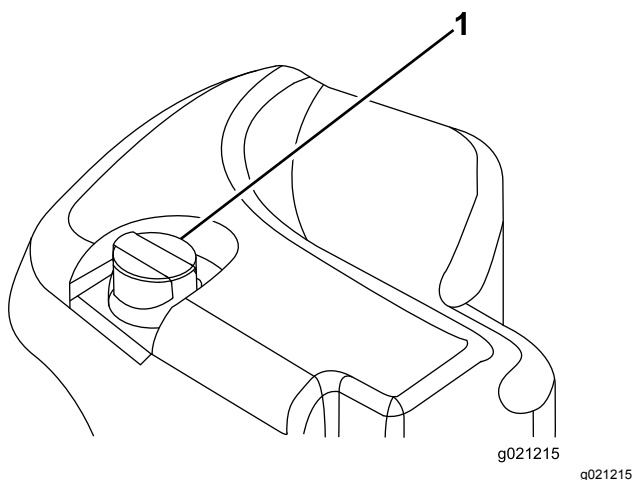

Рисунок 66
2. Очистите зону вокруг заливной горловины и крышки гидравлического бака (Рисунок 66).